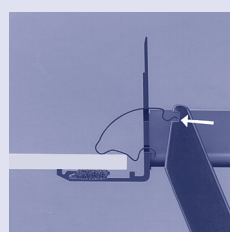

Fig. 5
- Fig. 5 Introduire la grille dans l'évidement de la gaine, et **répartir le jeu de manière égale entre le cadre de la grille et l'évidement**. Avec notre outil de montage, presser les ressorts de l'avant dans le cadre, jusqu'à ce qu'ils s'enclenchent.